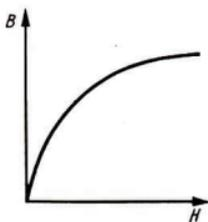

Bild 49
- 8.35 Im B, H -Diagramm (Bild 49) wird die Feldstärke über den Sättigungswert hinaus vergrößert. Machen Sie eine Aussage über die weitere Steigung der B, H -Kurve.